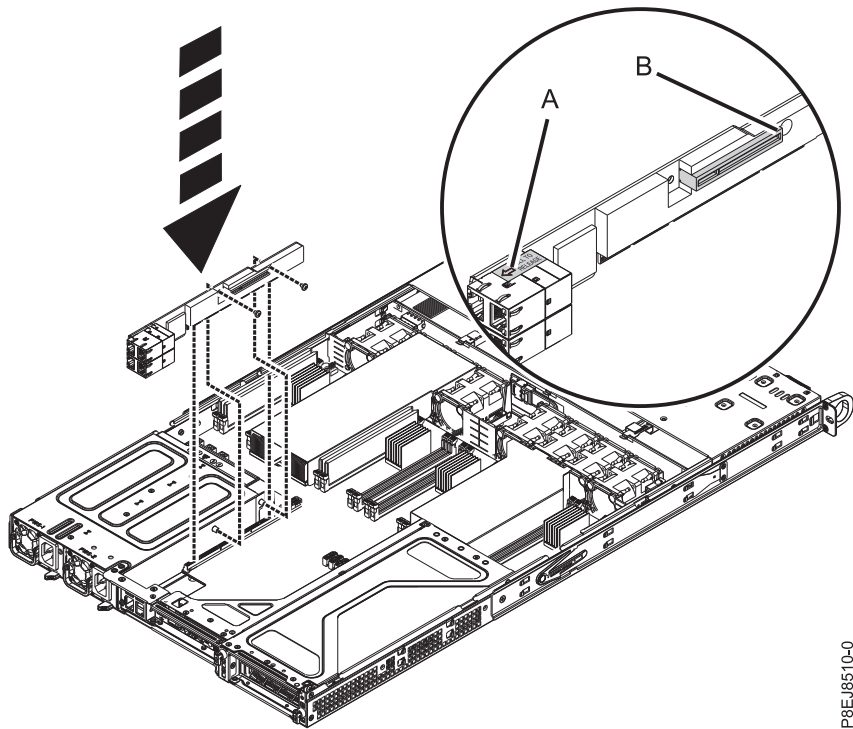

図 25. PCIe ライザーのねじの再取り付け
- b. PCIe ライザー・カードをシャーシに固定する 2 本のねじを再取り付けします (図 25 を参照)。